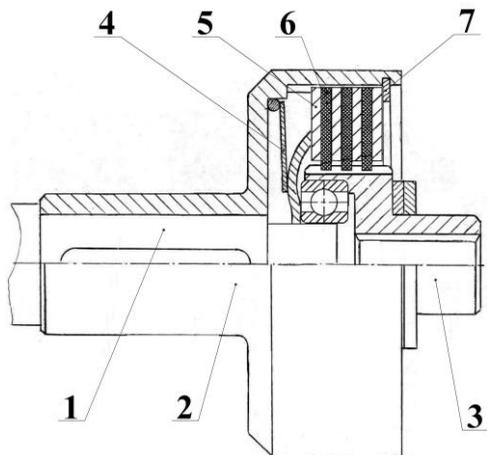
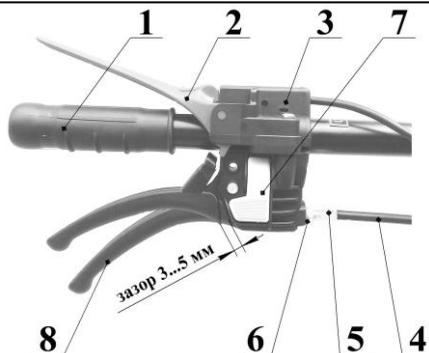
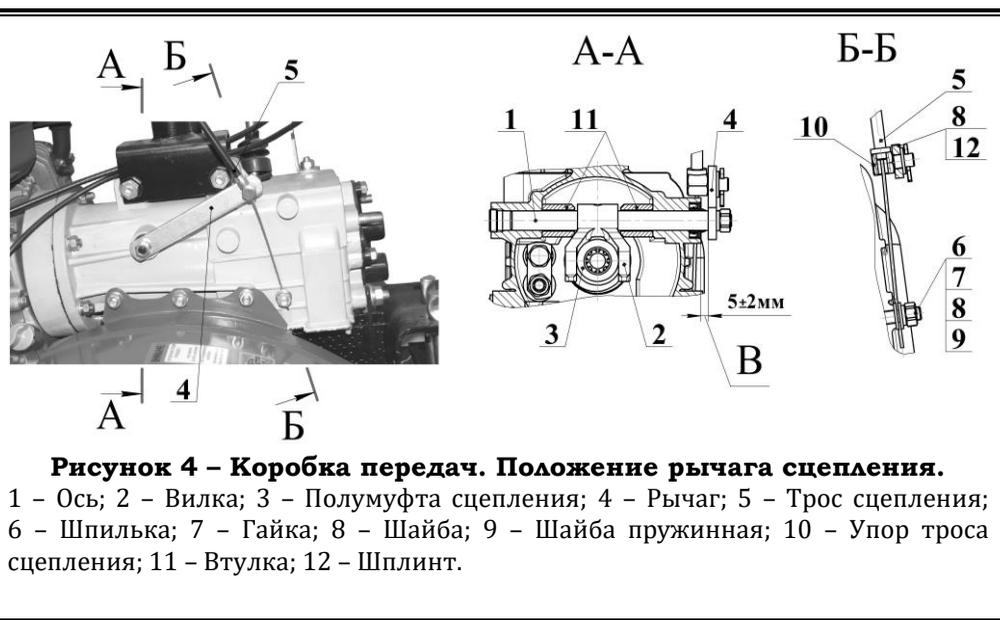

Рисунок 2 – Сцепление.
Рисунок 3 – Рукоятка руля левая.
Рисунок 4 – Коробка передач. Положение рычага сцепления.
Сцепление состоит из следующих основных частей: полумуфты ведущей **2** (рисунок 2), полумуфты ведомой в сборе с выжимным подшипником **3**, тарельчатой пружины **4**, дисков ведущих **5**, дисков ведомых **6**, пружинного упорного кольца **7**.
При отпущенном рычаге сцепления 8 (рисунок 3) тарельчатая пружина 4 (рисунок 2) сжимает пакет дисков ведущих и ведомых, набранных поочередно. За счёт трения между дисками, ведущими и ведомыми осуществляется связь двигателя с коробкой передач.
При нажатии на рычаг сцепления **8** (рисунок 3) усилие с помощью троса **4** сообщается наружному концу рычага выключения сцепления **4** (рисунок 4). Поворачиваясь вместе с осью **1** вилка сцепления **2** (рисунок 4) через полумуфту ведомую **3** (рисунок 2) и выжимной подшипник сжимает диафрагменную пружину, ведомые диски освобождаются от ведущих и тем самым прекращается передача вращения от двигателя к коробке передач.
1.2.2.1.6 Механизм выключения сцепления состоит из: оси, выведенной наружу из корпуса коробки, вилки сцепления **1** (рисунок 5), рычага выключения сцепления **8** (рисунок 3). Вилка сцепления закреплена на оси и упирается в торец полумуфты ведомой **3** (рисунок 2) через радиальный подшипник.
Рычаги управления установлены на руле и состоят из: рычага «Стоп» **2** (рисунок 3), рычага сцепления **8**, троса сцепления **4**, рычага газа **2** (рисунок 10).
Рычаг «Стоп» и рычаг сцепления представляют собой сборную конструкцию и установлены на левой рукоятке руля (рисунок 3). Рычаг «Стоп» в нормальном (отжатом) положении воздействует на выключатель, соединенный проводом с магнето двигателя, и замыкает зажигание на «Массу» (запуск и работа двигателя возможна только при нажатой ручке).
Рычаг сцепления **8** (рисунок 3) служит для отключения сцепления, при помощи троса **4** установленного на рычаге. Второй конец троса соединён с рычагом выключения сцепления **4** (рисунок 4) и застопорен с помощью шпильки **6**, шайб **8** и **9** и гайки **7**. В нажатом положении рычаги **2** и **8** (рисунок 3) могут быть застопорены фиксатором **7**, установленным на кронштейне рычага сцепления (для запуска двигателя). На кронштейне рычага имеется регулятор свободного хода, представляющий полый болт **5**, через который проходит трос сцепления. Оболочка троса **4** с одной стороны упирается в полый болт **5** (рисунок 3), а с другой стороны в упор троса сцепления **10** (рисунок 4) расположенный на рычаге **4**.
Выворачивая болт **5** (рисунок 3), можно уменьшить свободный ход рычага. Болт стопорится контрпящей гайкой **6**.
1) В случае ослабления троса его необходимо подтянуть. Для этого необходимо отвернуть гайку 7 (рисунок 4), натянуть трос и вновь затянуть гайку 7, при этом зазор В между рычагом и бонкой на корпусе коробки передач должен быть в пределах 5 ± 2 мм. После этого можно производить регулировку сцепления с помощью болта 5 (рисунок 3).
2) Категорически запрещается выдвигать вилку 1 (рисунок 4) с рычагом 4 из корпуса коробки передач, так как это приведёт к выходу из зацепления кулачков вилки 2 с полумуфтой сцепления 3.